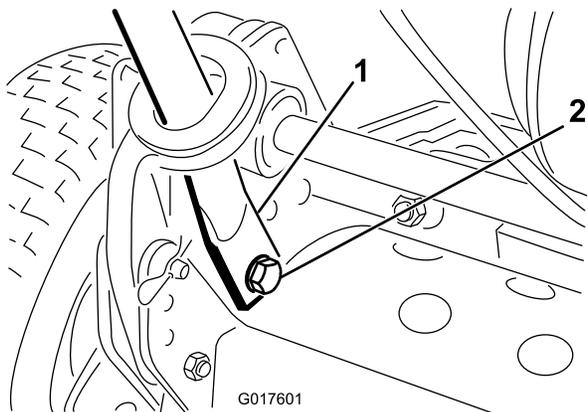

Рисунок 3
- Сведите концы ручки и наденьте их на монтажные пальцы (Рисунок 3).
- Прикрепите концы ручки к монтажным пальцам предусмотренными болтами, шайбами и стопорными шайбами (Рисунок 3).
- Прикрепите нижние концы рычагов ручки к боковым сторонам газонокосилки ранее снятыми болтами и контргайками (Рисунок 3). Обеспечьте, чтобы в отверстия для крепления рычагов ручки были вставлены втулки.
- Прикрепите рычаги ручки к задней части рамы ранее снятыми шплинтами и пальцами фиксации кольца (Рисунок 3).